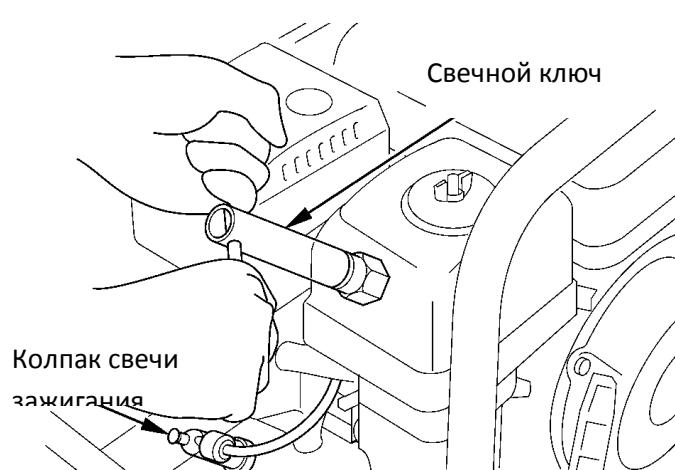

Рис.18
ОБСЛУЖИВАНИЕ СВЕЧИ ЗАЖИГАНИЯ (Рис.18)
1. Открутите болты(1) 3 шт. и снимите крышку глушителя(3) Рис.18